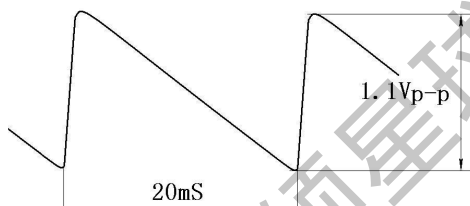

图 5.5 VD421 阳极波形
该机还设有场保护电路，场输出偏转电流经 R442 取样后，除送场线性补偿电路外，还经 R421、VD421 送至 V904 的 c 极和 V906 的 b 极，VD421 阳极波形见图 5.5。若场输出电路出现故障，N440 ⑤脚电位升高，促使 V906、V904 饱和导通，POW 端会变成低电平，开关电源进入待机状态，LA76931 行、场扫描电路失去 +9V 和 +5V 电压而停止工作。正常时 V906 基极电压约为 0.1V。